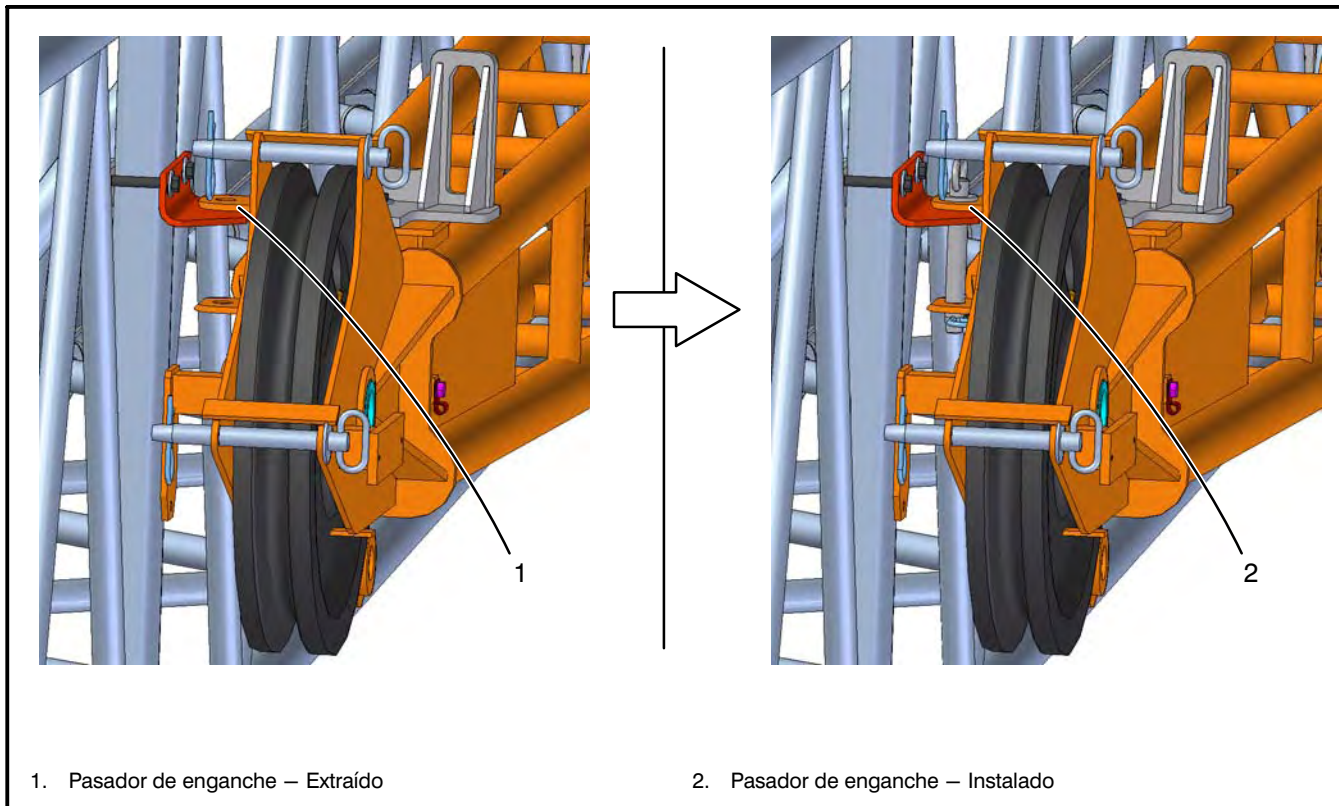

Figura 4–54
14. Alinee la abrazadera de almacenamiento que está en la sección de la punta del plumín con la de la sección base. Consulte la Figura 4–54. Instale el pasador de enganche a través de las abrazaderas de almacenamiento y sujételo.